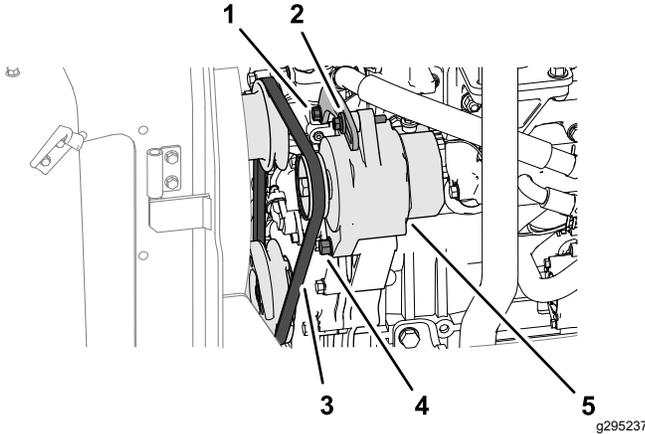

Figura 69
1. Aplique uma força de 10 kgf de força na correia do alternador (**Figura 69**), a meio caminho entre as polias.
- Se a deflexão da correia for inferior a 10 mm, desaperte o parafuso da articulação do alternador e parafuso de tensão (**Figura 69**) e reduza a tensão da correia.
- Se a deflexão da correia for superior a 10 mm, desaperte o parafuso da articulação do alternador e parafuso de tensão (**Figura 69**) e aumenta a tensão da correia.
3. Aperte os parafusos (**Figura 69**).